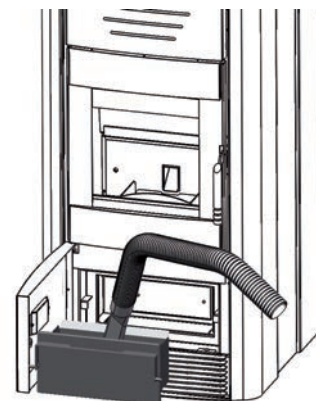

Fig. 4
- Estrarre il cassetto e rimuovere i residui all'interno; ( Fig. 4 )